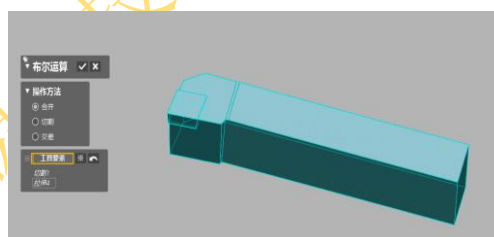

图 4.73 布尔运算对话框
14) 点击菜单>插入>曲面>实体化，弹出实体化对话框，要素：选择所有片体，如图 4.72 所示，点击确定完成外圆车刀刀片实体建模，如图 4.73 所示。
15) 点击菜单栏模型>布尔运算图标，弹出布尔运算对话框，操作方法：合并，工具要素：框选两个实体，如图 4.73 所示，点击确定完成。